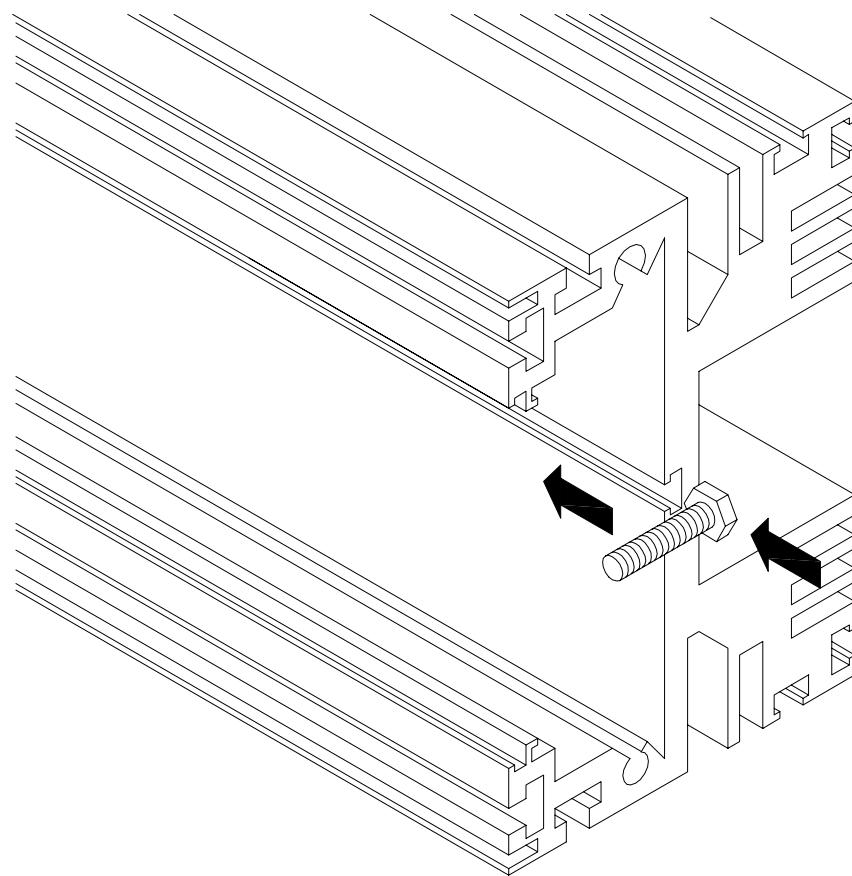

FIG. 3.4
- Schieben Sie einen Sechskantbolzen in den Befestigungsschlitz des linken Kühlkörpers (siehe Abb. 3.4).